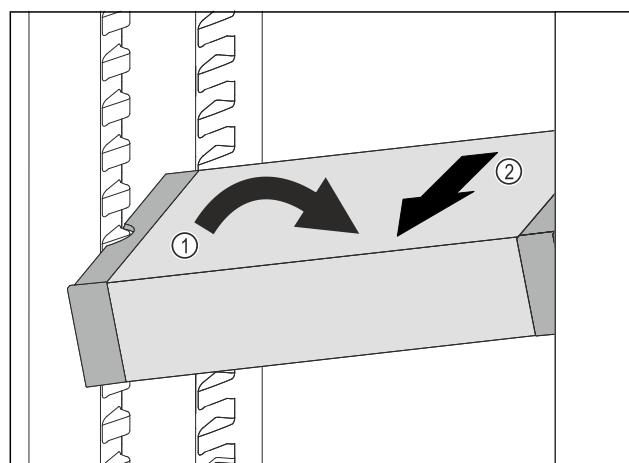

Fig. 141
- ▶ Incliner le VarioSafe dans la partie réfrigérateur. Fig. 141 (1)
- ▶ Sortir le tiroir VarioSafe par l'avant. Fig. 141 (2)